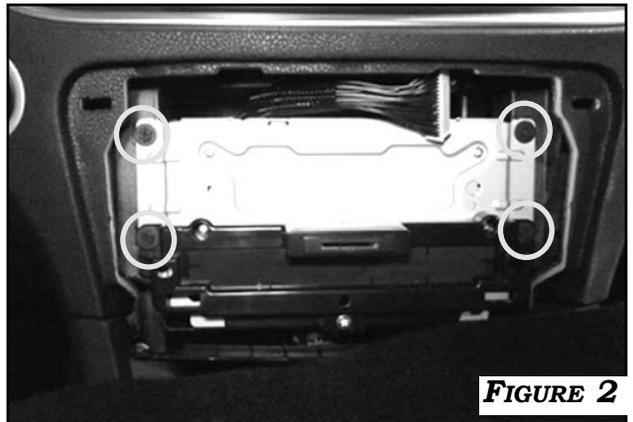

FIGURE 2
2. REMOVE 4 SCREWS AS SHOWN TO RELEASE THE RADIO RECEIVER ASSEMBLY WITH BRACKET. **FIGURE 2**